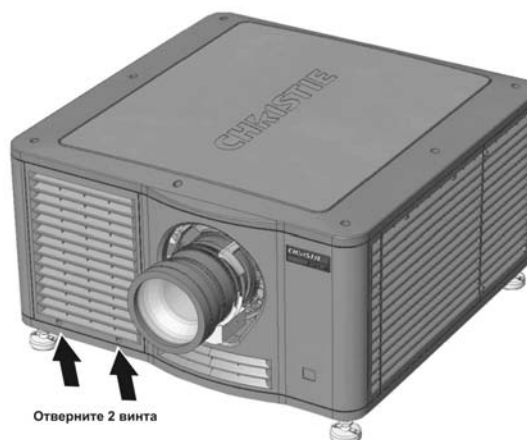

РИСУНОК 4-2 ЗАМЕНА ФИЛЬТРА
Меняйте воздушный фильтр (003-002311-xx) каждый раз, когда меняете ламповый модуль или чаще, если проектор эксплуатируется в пыльном или грязном помещении. Всегда производите ежемесячную проверку. Фильтр расположен на передней стенке проектора, под крышкой воздушного фильтра (**Рисунок 4-2**).
1. Отверните два фиксирующих винта в нижней части дверцы фильтра (**Рисунок 4-2**). Поднимите дверцу и снимите ее с проектора.